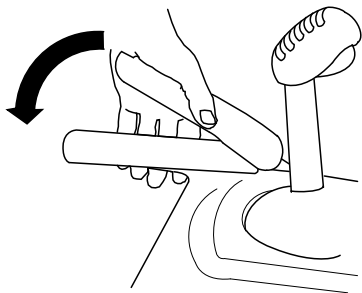

Figura 16
1. Para engranar la transmisión de tracción, apriete la palanca izquierda (tracción) hasta la empuñadura (Figura 16).